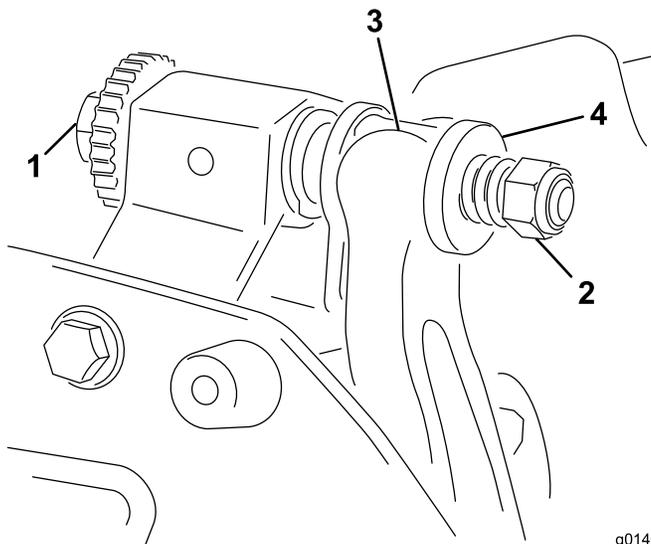

Bild 18
1. Drehen Sie die Einstellschraube des Untermesserträgers nach links, um den Abstand zwischen dem Untermesser und der Spindel zu vergrößern (Bild 18).
2. Drehen Sie die Federspannungsmutter so weit hinaus, bis die Scheibe nicht mehr gegen den Untermesserträger angespannt ist (Bild 18).
1. Montieren Sie den Untermesserträger. Positionieren Sie die Befestigungsöhren zwischen den Scheiben und der Untermesserträger-Stellschraube (Bild 18).